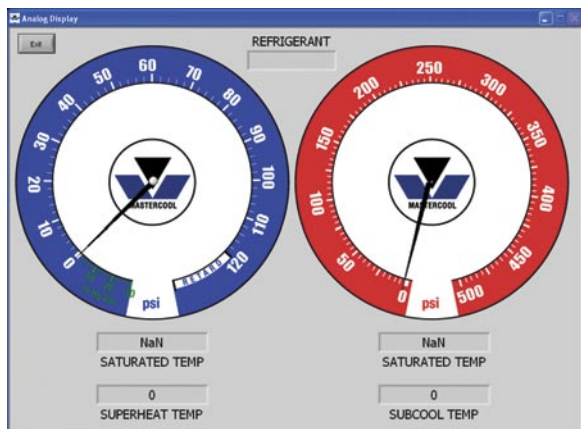

Fig. 12
- 1) Selezionare il pulsante ANALOG DISPLAY per attivare la modalità analogica. Una finestra separata comparirà mostrando i dati numerici in modalità analogica (fig.12).